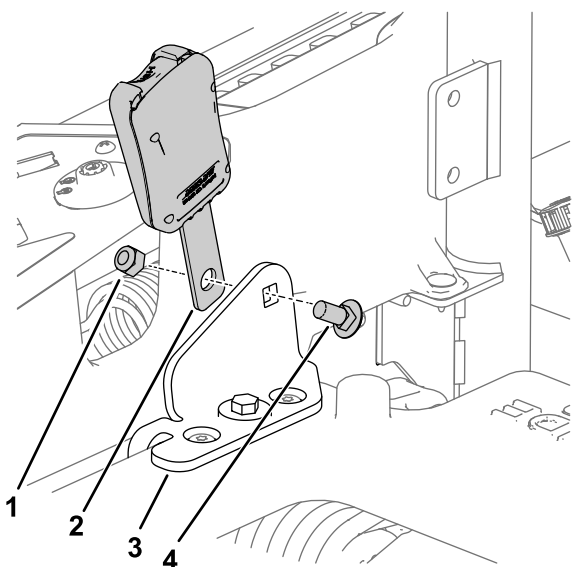

Figura 8
2. Instale los conjuntos de hebilla y lengüeta del cinturón de seguridad en los soportes de los cinturones de seguridad usando 2 pernos de cuello cuadrado ($\frac{7}{16}$ " x 1") y 2 contratuercas ($\frac{7}{16}$ "), como se muestra en la Figura 8. Repita el procedimiento en el otro lado con el conjunto de la lengüeta.